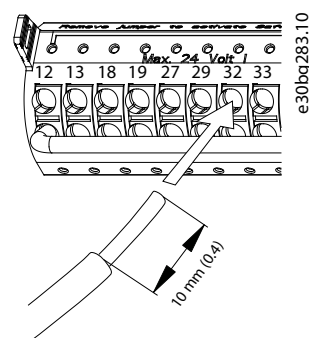

图 5.37 连接硬质控制线缆
- 对于硬质线缆，将裸露的线缆推入到触点中。请参阅图 5.37。